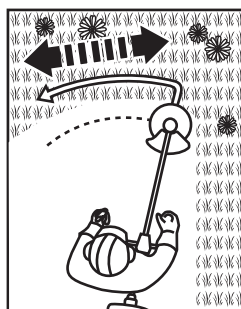

Fig. 29
- > Déplacez l'appareil en décrivant lentement un arc régulier de gauche à droite avant de revenir en position de départ pour couper la zone suivante (Fig. 29).